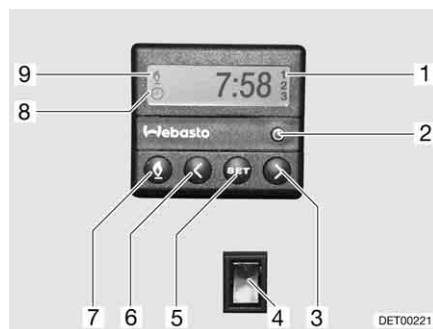

Fig. 170 Unité de commande pour le chauffage d'appoint
- Appuyer sur la touche (Fig. 170,7). Le mode chauffage est indiqué par le symbole (Fig. 170,9). Le ventilateur ne s'allume que quand la température de l'eau de refroidissement atteint 30 °C.
- Appuyer sur la touche (Fig. 170,7). Le symbole (Fig. 170,9) s'éteint.
- Appuyer sur le bas de l'interrupteur (Fig. 170,4). Le moteur est préchauffé. Le ventilateur est immédiatement allumé.
- Appuyer sur le haut de l'interrupteur (Fig. 170,4). Le moteur reste froid.
- Appuyer sur la touche (Fig. 170,2). Le menu réglage de l'heure est indiqué par le symbole (Fig. 170,8).
- Régler l'heure avec les touches (Fig. 170,3 et 6).
- Appuyer sur la touche (Fig. 170,5).
- Régler le temps de démarrage dans les 10 secondes qui suivent avec les touches (Fig. 170,3 et 6).
- Appuyer plusieurs fois sur la touche (Fig. 170,5) jusqu'à ce que le numéro de programme désiré (Fig. 170,1) apparaisse sur l'écran.